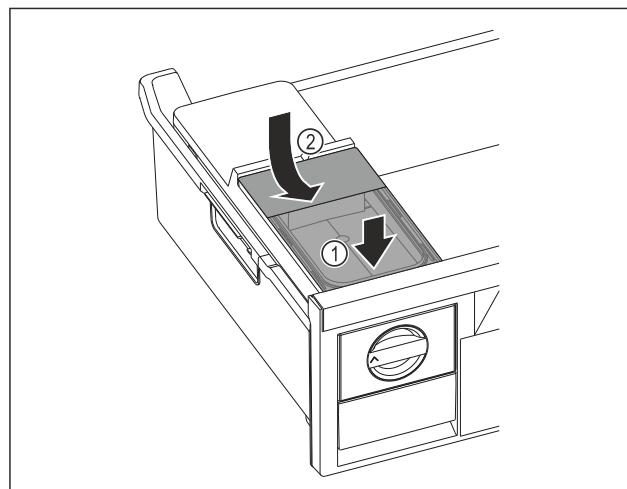

Fig. 101
- Установите бак для воды спереди. Fig. 101 (1)
- ▶ Опустить бак для воды сзади. *Fig. 101 (2)*.